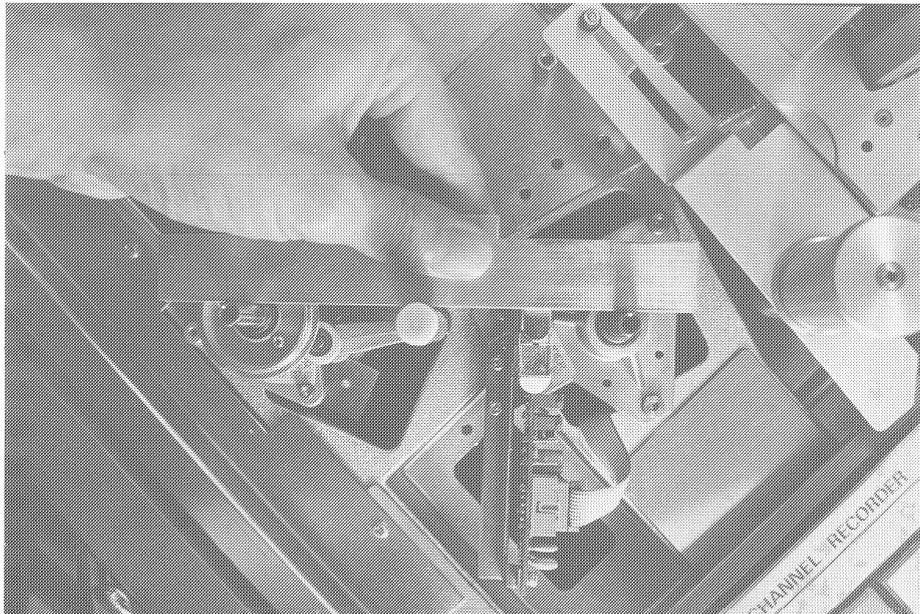
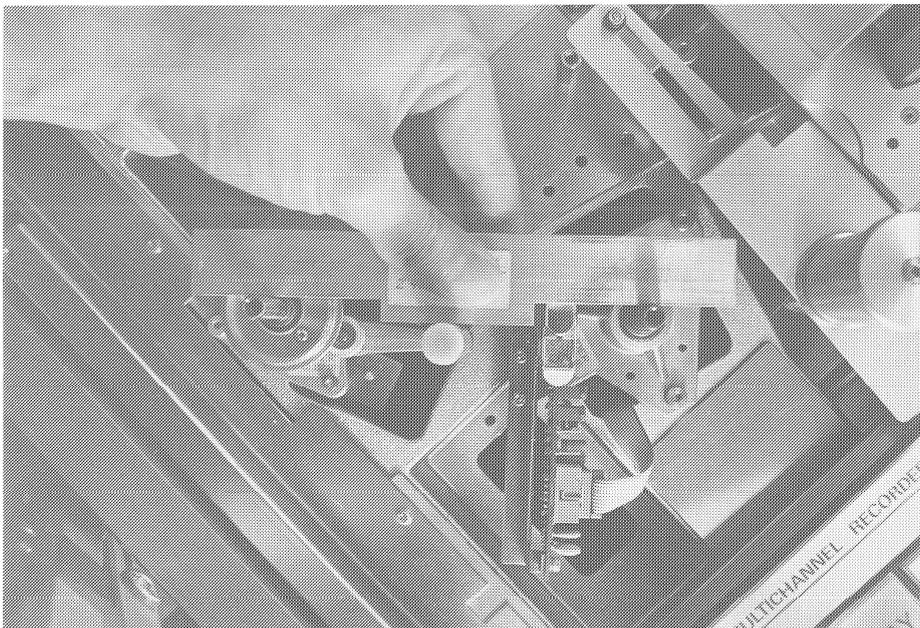

Fig. 18
Fig. 19
- Führungsrolle entfernen und Einstellehre 10.010.001.34 gemäss Fig. 18 und Fig. 19 verwenden.